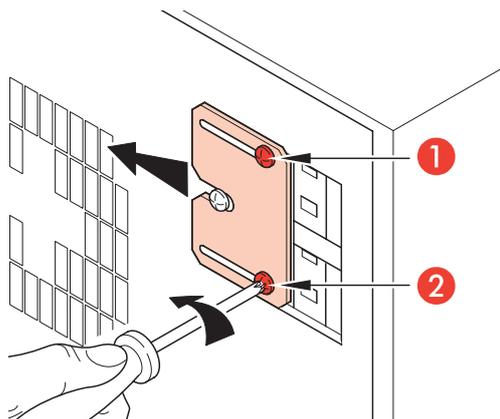

Рис. 5.
1. Ослабьте винты **1** и **2** как показано на рис. 5, но не выкручивайте их полностью.